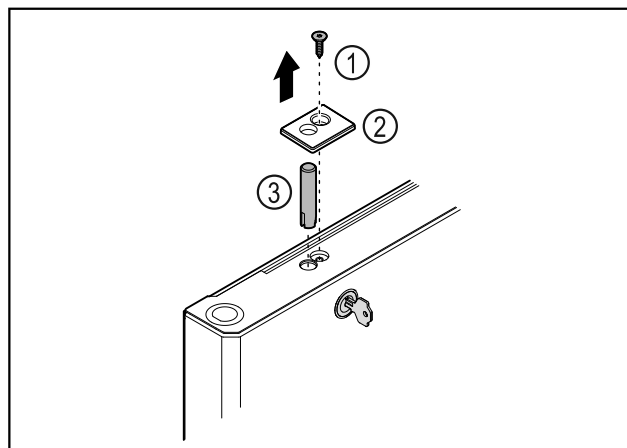

Fig. 42
- Schroef Fig. 42 (1) verwijderen.
- Afdekking Fig. 42 (2) met een kleine schroevendraaier losmaken en verwijderen.
- Slotbout Fig. 42 (3) eruit trekken.